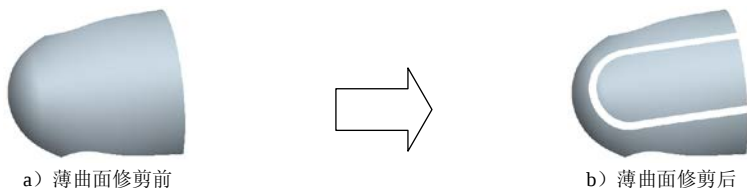

图 6.4.1 薄曲面的修剪
在  拉伸(E)...、 旋转(R)...、 扫描混合(S)... 和  可变截面扫描(V)... 命令操控板中按下“曲面类型”按钮 、“切削特征”按钮  及“薄壁”按钮  , 或选择  扫描(S)、 混合(B)、 螺旋扫描(H) 命令下的  薄曲面修剪(T)... 命令, 产生一个“薄壁”曲面, 用这个“薄壁”曲面将选定表面上的某一部分剪除掉。同样, 产生的“薄壁”曲面只用于修剪, 而不会出现在模型中, 如图 6.4.1 所示。